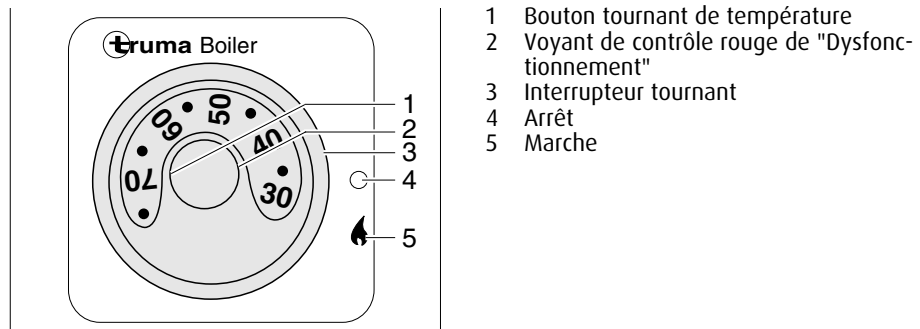
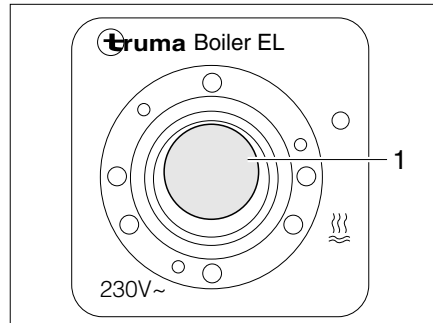

Fig. 118 Unité de commande pour le chauffe-eau Truma (régime au gaz)
Fig. 119 Commutateur à bascule pour le chauffe-eau Truma (régime électrique 230 V)
- Régler l'interrupteur tournant (Fig. 118,3) sur "🔥" (Fig. 118,5). Le voyant de contrôle vert "Fonctionnement" s'allume sur le bouton tournant (Fig. 118,1).
- Régler la température souhaitée de l'eau à l'aide du bouton tournant (Fig. 118,1).
En cas de dérangement, le voyant de contrôle rouge (Fig. 118,2) s'allume (voir chapitre 16).
- Placer l'interrupteur tournant (Fig. 118,3) de l'unité de commande (Fig. 118) sur "O" (Fig. 118,4).
- Mettre le commutateur à bascule (Fig. 119,1) en marche. Le voyant de contrôle placé sur le commutateur s'allume. L'eau contenue dans le chauffe-eau est réchauffée à 65 °C.
- Mettre le commutateur à bascule (Fig. 119,1) sur "O". Le voyant de contrôle placé sur le commutateur s'éteint.
- Placer l'interrupteur tournant (Fig. 118,3) de l'unité de commande (Fig. 118) sur "O" (Fig. 118,4) ou régler le commutateur à bascule (Fig. 119,1) sur "O".
- Tourner le bouton tournant (Fig. 118,1) vers la gauche.